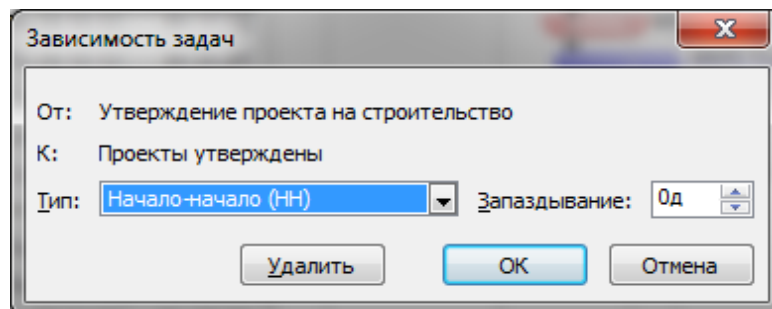

Рис.5. Установка зависимости задания
- якщо завдання пов'язані відношенням слідування, то необхідно продумати можливість зміни типу залежності (наприклад, замість залежності «Закінчення-початок» встановити залежність «Початок-початок» з негативним зміщенням) (рис.5.);